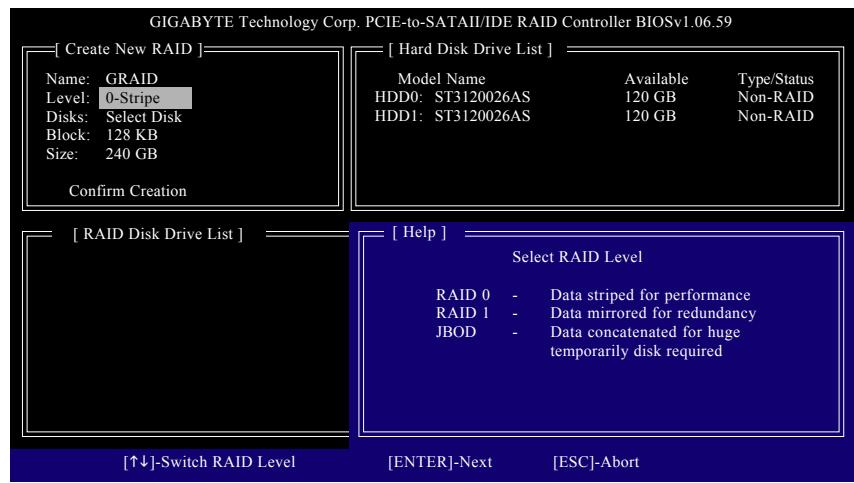

図 5
Create New RAID ブロックでは、アレイの作成に設定する必要のあるアイテムがすべて表示されます(図 5)。
2. **RAID モードの選択:Level** アイテムの下で、上または下矢印キーを使用して RAID 0 (ストライプ)、RAID 1 (ミラー)、または JBOD を選択します(図 5)。 次に、<Enter> を押して次のステップに移動します。